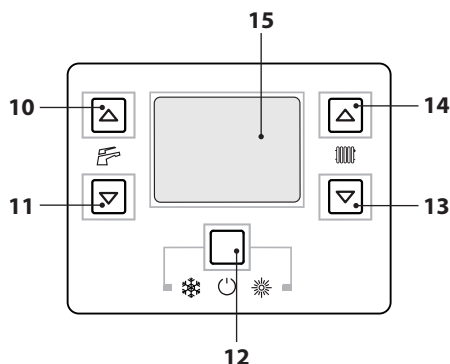
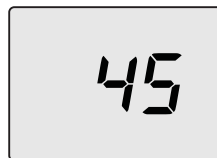
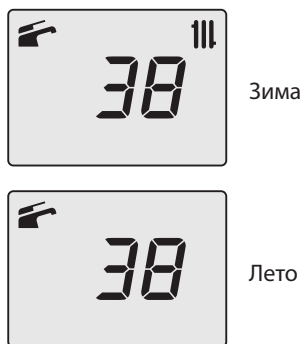

Рисунок 9.7
Рисунок 9.9
Рисунок 9.13
- Войти в "режим программирования", нажав одновременно и удерживая в течение 10 секунд кнопки 12-13-14 (Рисунок 9.7) до появления на ЖК дисплее кода **P01**, который сменяется значением параметра, указывая на вход в "параметр 01" (Рисунок 9.8).
- Нажать одновременно кнопки 13 и 14 (Рисунок 9.7) до появления на ЖК-дисплее кода **LP**, сменяющегося значением минимальной температуры воды (например, **45**), что указывает на вход для активации "режима трубочист" при минимальной мощности горячего водоснабжения (Рисунок 9.9).
- Нажать одновременно кнопки 13 и 14 (Рисунок 9.7) до появления на ЖК-дисплее кода **hP**, сменяющегося значением минимальной температуры воды для отопления (например, **32**), что указывает на вход для активации "режима трубочист" при
- Снова нажав одновременно в течение 10 секунд кнопки 12-13-14 (Рисунок 9.7), можно выйти из "режима трубочист" и вернуться к установленным ранее настройкам котла (Рисунок 9.13).